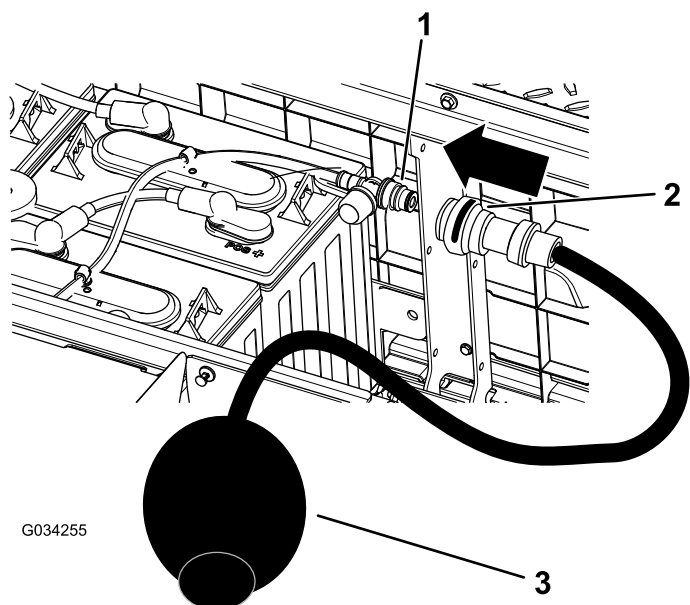

Figura 37
4. Collegate la vostra pompa manuale Toro al foro di riempimento dell'acqua (Figura 37).